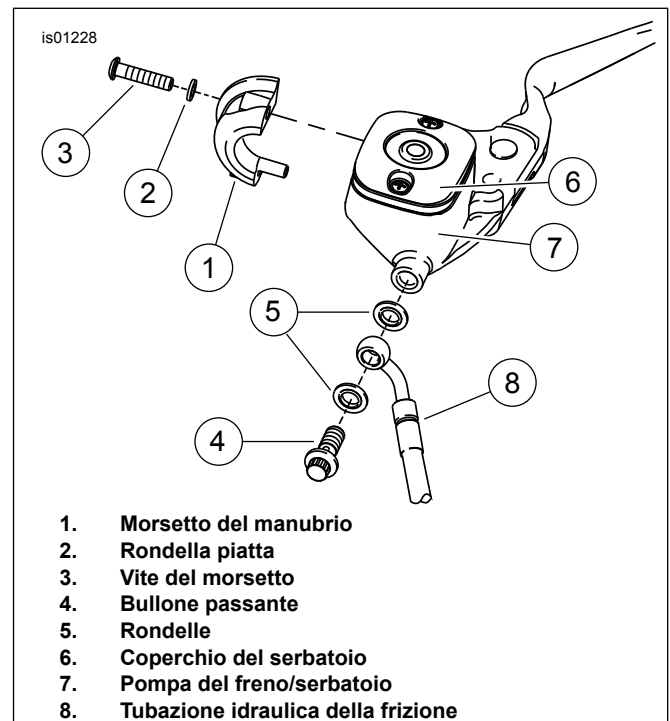

Figura 1. Gruppo pompa/serbatoio della frizione
2. Vedere Figura 1. Tenendo un recipiente sotto il bullone passante/la tubazione idraulica (4, 8), rimuovere il bullone passante e fare in modo che il liquido per frizione drena dal serbatoio nel recipiente. Quando il serbatoio sembra essere stato ben scaricato, rimuovere il bullone passante e la tubazione idraulica.